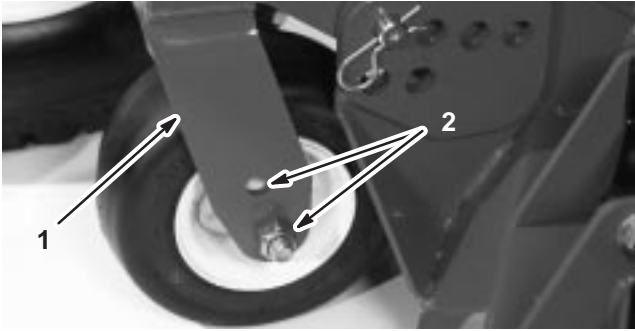
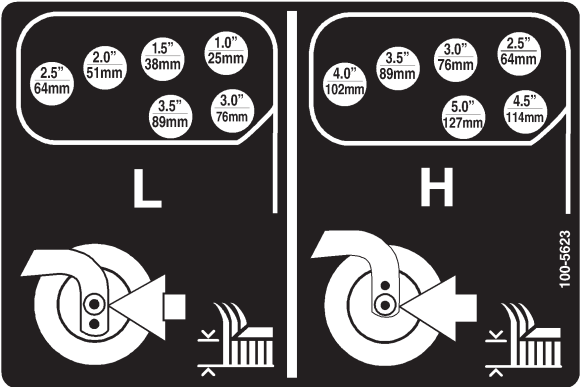

Figure 16
Figure 17
4. Enlevez la goupille fendue et les axes de chape des bras pivotant (Fig. 16). Alignez les trous du bras pivotant avec ceux du support de hauteur de coupe sélectionné dans les bâtis des plateaux de coupe (Fig. 17). Insérez les axes de chape et installez les goupilles fendues.